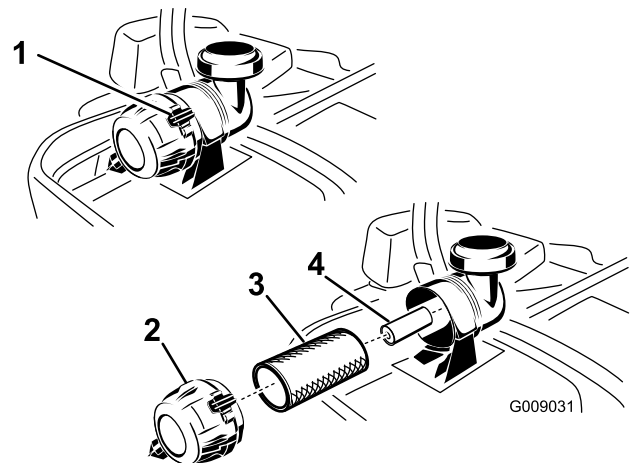

Figure 52
3. Appuyez sur les attaches du filtre à air pour les ouvrir et détachez le couvercle du boîtier du filtre à air (Figure 52).
5. Sortez le préfiltre du boîtier du filtre avec précaution (Figure 52). Évitez de cogner l'élément à l'intérieur du boîtier.
1. Ne nettoyez pas l'élément en papier, remplacez-le (Figure 52).
- Si vous remplacez l'élément secondaire, insérez-le avec précaution dans le boîtier du filtre (Figure 52).
- Glissez ensuite le préfiltre sur l'élément secondaire avec précaution (Figure 52).
- Montez le couvercle, reniflard en bas, et tournez-le pour que les attaches verrouillent le couvercle en place (Figure 52).